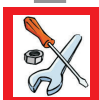

Fig. 1
1. Togliere l'alimentazione elettrica, agendo sull'interruttore generale e sfilando la spina dalla presa. 2. Togliere le viti di fissaggio della griglia laterale sinistra e rimuovere la griglia stessa. 3. Con un pennello eliminare lo strato di pulviscolo dalle alette del condensatore. 4. Con l'aspirapolvere togliere la polvere residua. 5. Rimontare la griglia e ripristinare l'alimentazione elettrica (vedi fig. 1).
1. Switch off the appliance by turning off the power switch and pulling the plug out of the socket. 2. Unscrew the screws attaching the left grille and then remove it. 3. Remove the dust from the condenser's fins using a paintbrush. 4. Use a vacuum cleaner to remove any remaining dust. 5. Refit the grille and switch on the electricity supply (see figure 1).
1. Schalten Sie den Strom ab, indem Sie den Hauptschalter betätigen und den Stecker aus der Steckdose ziehen. 2. Befestigungsschrauben des linksseitigen Gitters lösen und dasselbe herausnehmen. 3. Mit einem Pinsel den Staub von den Lamellen des Kondensators entfernen. 4. Mit einem Staubsauger den restlichen Staub beseitigen. 5. Gitter wieder einbauen und die Stromversorgung wieder herstellen (siehe Abbildung 1).
1. Sluit de elektriciteit af door op de algemene schakelaar te drukken en vervolgens de stekker uit het stopcontact te halen. 2. Neem het rooster aan de linker zijkant weg, na de schroeven te hebben verwijderd. 3. Verwijder met een kwastje het stoflaagje op de koelribben van de koelinstallatie. 4. Zuig het overige stof met een stofzuiger weg. 5. Plaats het rooster terug en schakel de elektriciteit weer in (zie fig. 1).
1. Desligue a alimentação eléctrica, actuando no interruptor geral e extraíndo a ficha da própria tomada. 2. Tire os parafusos de fixação da grelha lateral esquerda e remova-a. 3. Com um pincel elimine a camada de poeira das aletas do condensador. 4. Com o aspirador de pó, elimine os resíduos de pó. 5. Volte a montar a grelha e ligue novamente a alimentação eléctrica (ver a fig. 1).
1. Slå från eltilförseln med huvudströmbrytaren och dra ut kontakten ur uttaget. 2. Lossa fästskruvarna på det vänstra sidogallret och ta bort detta. 3. Avlägsna dammlagret från kondensorns flänsar med en pensel. 4. Dammsug bort resterande damm mellan flänsarna. 5. Sätt tillbaka gallret och anslut utrustningen till elnätet (se fig. 1).
1. Afbryd for strømmen ved slukke for hovedafbryderen og ved at trække stikket ud. 2. Afmonter skruerne der holder den venstre siderib og fjern ribben. 3. Fjern støvlaget fra kondensatorens vinger med en pensel. 4. Benyt en støvsuger for at fjerne resten af støvet. 5. Montér ribben igen og tænd for strømmen (Jvf. fig. 1).
1. Schakel de elektrische voeding uit middels de hoofdschakelaar en haal de stekker uit het stopcontact. 2. De beschermingsrooster aan de linkerkant wegnemen, nadat de schroeven zijn weggehaald. 3. Verwijder met een kwastje het stoflaagje op de ribben van de koelinstallatie. 4. Verwijder met een stofzuiger het overige stof tussen de ribben. 5. De rooster weer terug monteren en de stroomtoevoer herstellen (zie fig. 1).